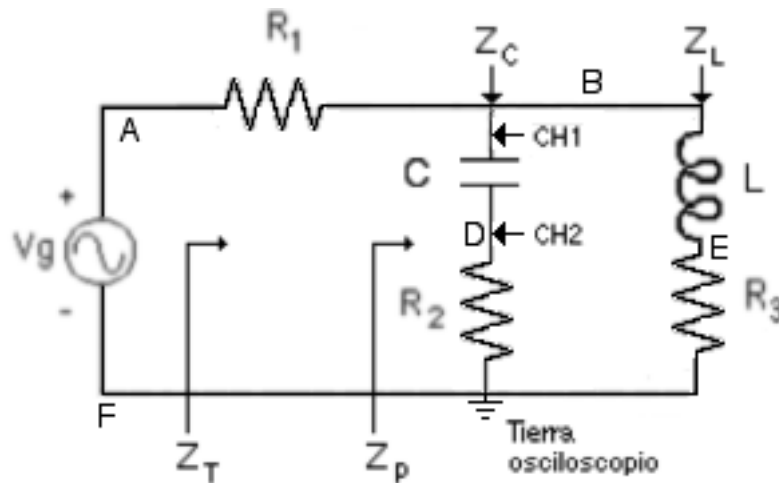

Figura 7.7.- Circuito para determinar el módulo y ángulo de las impedancias. Ubicación de las puntas para  $Z_C$ .
13.- Determinación experimental del módulo y el ángulo de impedancias: Monte el circuito de la Figura 7.7 con los valores indicados por su profesor, midiendo previamente con el óhmetro los valores de las resistencias  $R_1$ ,  $R_2$  y  $R_3$ , ya que las va a utilizar para realizar mediciones indirectas de corriente. **ASEGÚRESE QUE EL OSCILOSCOPIO ESTÉ FLOTANDO.**
14.- Ubique las puntas de prueba del osciloscopio como se indica en la Figura 7.7 para poder realizar la medición del voltaje, de la corriente y del desfase entre ambas señales de la rama capacitiva, cuya impedancia es  $Z_C$ .